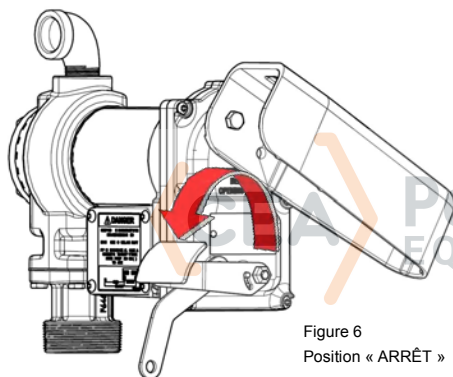

Figure 6
6. Amener le levier de commutation sur la position « ARRÊT » (Figure 6) pour mettre la pompe hors tension.